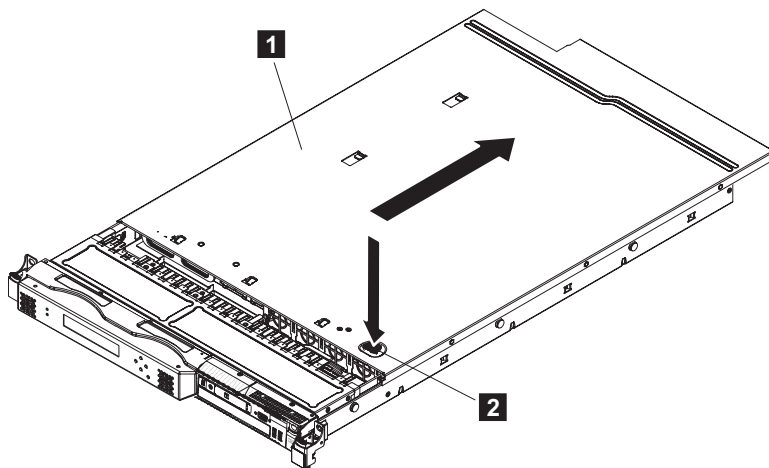

図 64. SAN ボリューム・コントローラー 2145-CG8 または 2145-CF8 カバーの取り外し
5. カバー (1) を固定している青色タブ (図 64 の 2) をしっかり押し込み、カバーがシャーシから外れるまで、カバーをノードの背面に向けてスライドさせます。